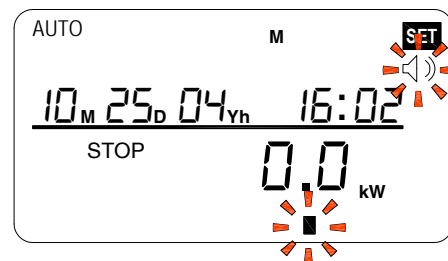

Abbildung 28
1. Halten Sie für 3 Sekunden gedrückt. **SET** mit blinkendem Warntonindikator erscheinen, siehe Abbildung 28.